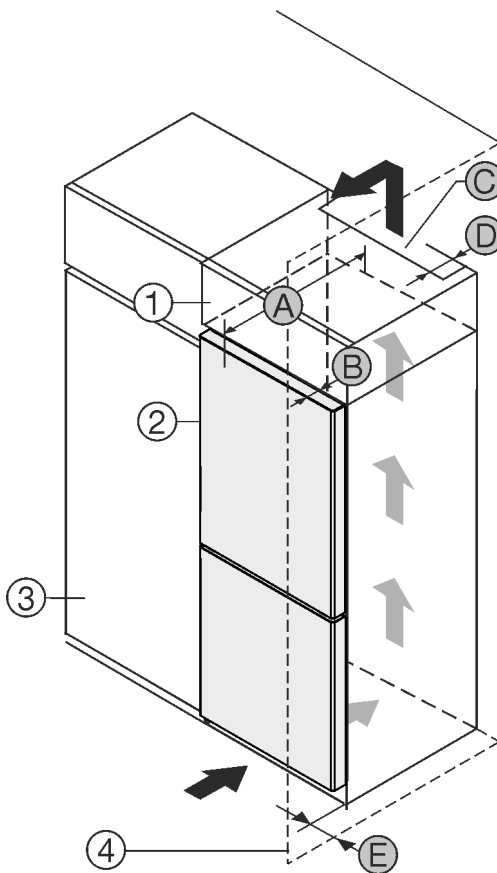

Fig. 1
A készülék közvetlenül a konyhaszekrény Fig. 1 (3) mellé állítható.\*
A rátétszekrény hátoldalán egy megadott mélységű Fig. 1 (D) szellőzőaknát kell kialakítani a rátétszekrény teljes szélességében.\*
A mennyezett alatt be kell tartani a szellőző keresztmetszetet Fig. 1 (C).\*
Ha a készüléket a zsanérjaival a fal Fig. 1 (4) mellé állítja fel, legalább 13 mm távolságot kell tartani a faltól.\*
Ha a készüléket a zsanérjaival a fal Fig. 1 (4) mellé állítja fel, legalább 20 mm távolságot kell tartani a faltól.\*
Ahhoz, hogy az ajtót teljesen ki tudja nyitni, a készüléknek a konyhaszekrény elülső oldalához képest legalább az ajtó mélységének Fig. 1 (B) megfelelően ki kell állnia. A konyhaszekrények Fig. 1 (3) mélységétől és a fali távtartók használatától függően a készülék nagyobb mértékben is túllóghat előre felé.\*